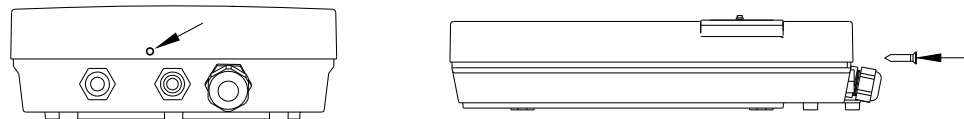

Рис.7 Крепление передней и задней крышек винтом
- Открутите винт, которым фиксируются передняя и задняя крышки (см. **Рис.7**), откройте переднюю крышку;